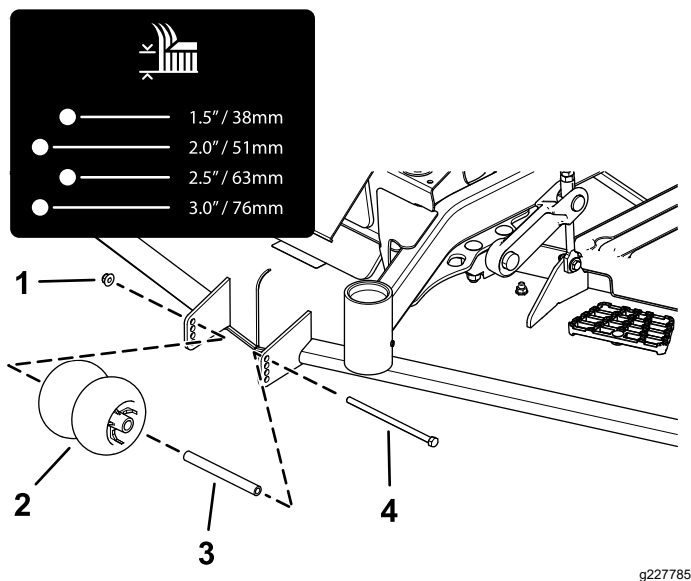
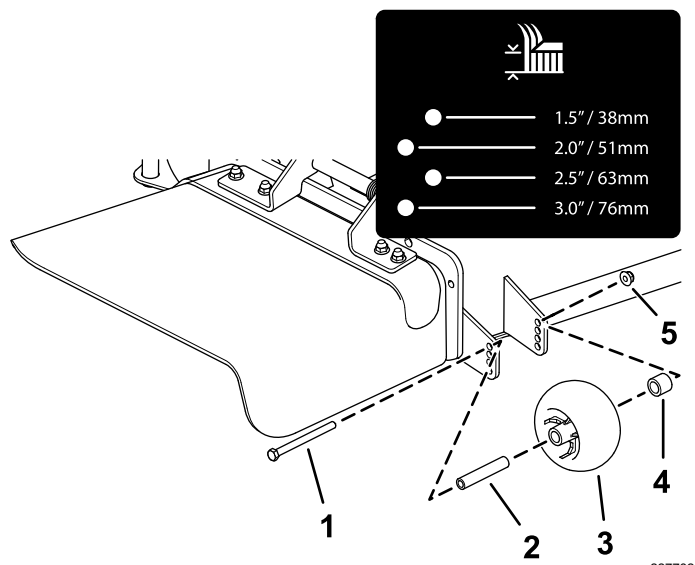
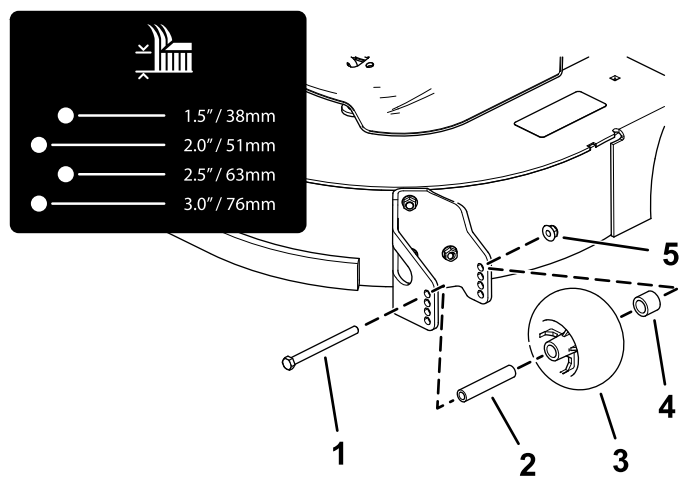
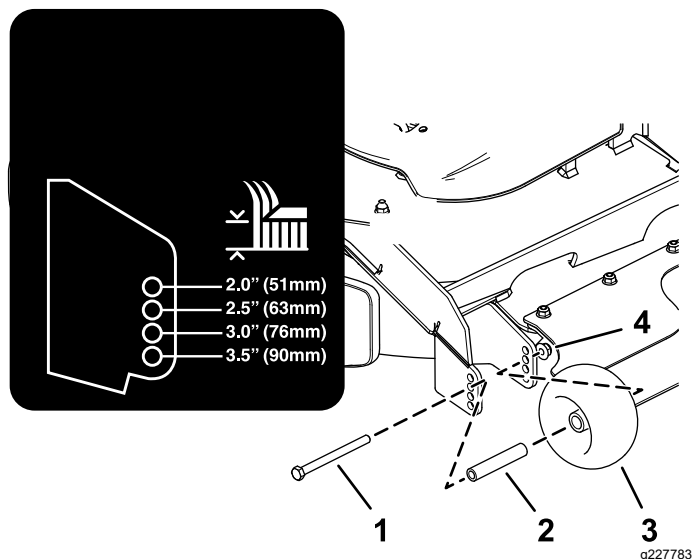

Figura 25
Figura 26
Figura 27
Figura 28
4. Ajuste los rodillos protectores del césped como se muestra en la Figura 25, la Figura 26, la Figura 27 y la Figura 28.